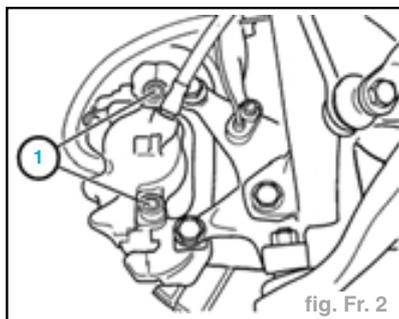

fig. Fr. 2
- Déposer les vis de guidage (1) et dégager l'étrier de frein vers l'arrière (fig. Fr. 2).
- Déposer les vis de fixation d'étrier (1), dégager l'étrier et le maintenir à la carrosserie sans débrancher le flexible de frein (fig. Fr. 2).